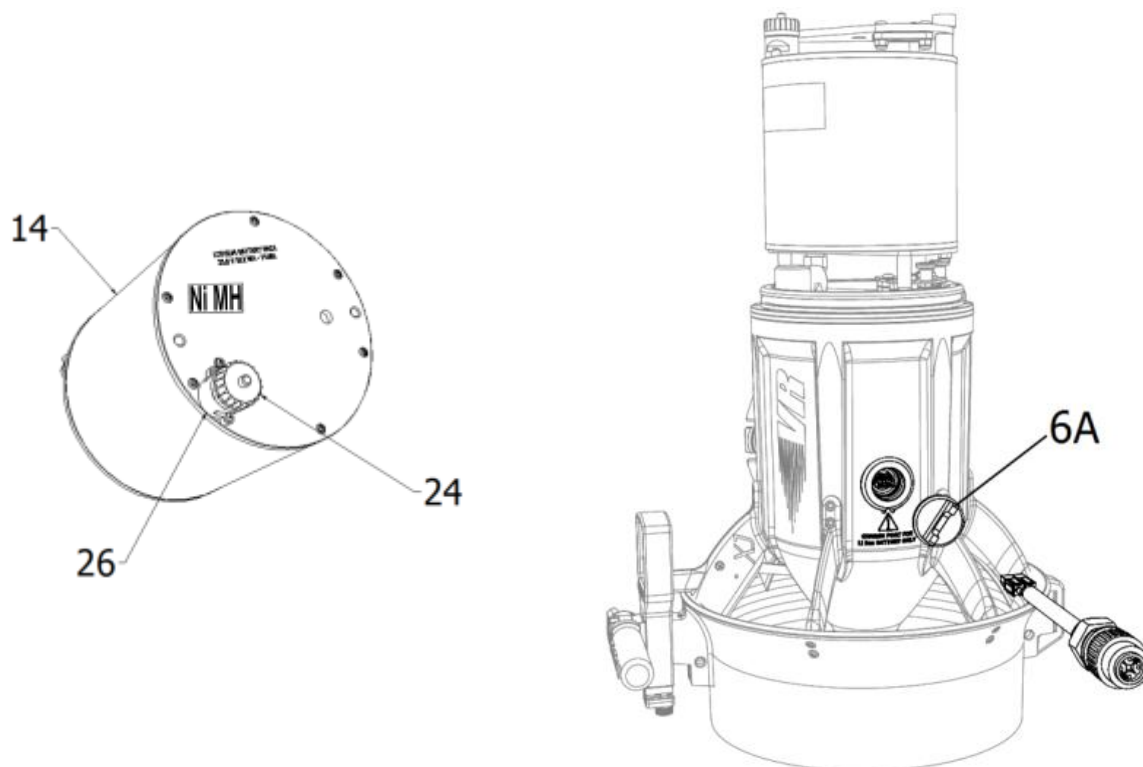

Fig.1
I principali componenti della batteria sono (fig.1):
2. La BATTERIA deve essere collegata al caricabatteria per mezzo dell'apposito connettore (26 - Fig.1).
**LA BATTERIA VA RICARICATA SOLO TRAMITE IL CONNETTORE (26), VIETATO UTILIZZARE IL CONNETTORE (ROSSO) DI COLLEGAMENTO AL MOTORE: PERICOLO DI INCENDIO, ESPLOSIONE, DANNI GRAVISSIMI O MORTE.**
Svitare il tappo del connettore di carica (24 Fig.1);